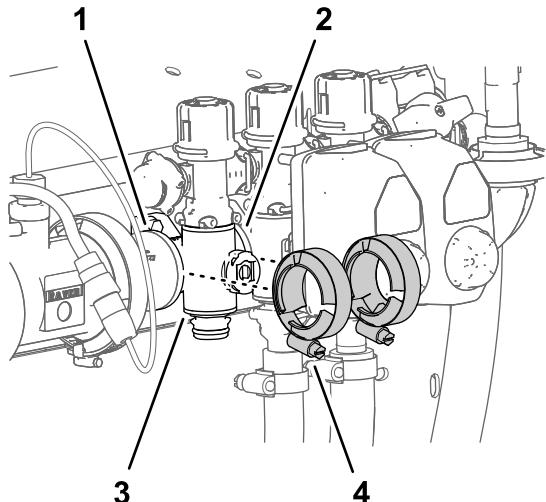

Figura 129
4. Monte provisionalmente las bridas de fijación que retiró en Retirada del distribuidor de sección \(página 89\) en las bridas del distribuidor de la válvula de sección y las bridas de las otras válvulas de sección y/o adaptadores de acoplamiento (Figura 129).
7. Apriete las 2 bridas de fijación a mano (Figura 129).